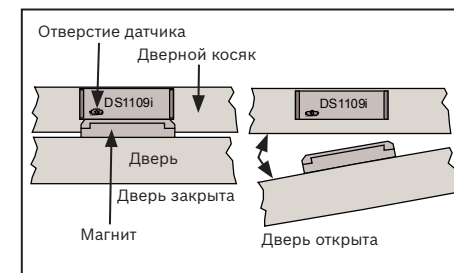

Рис. 3.3. Вид вверх с пола
- Датчик должен быть расположен так, чтобы дверь открывалась от датчика. См. рис. 3.3.